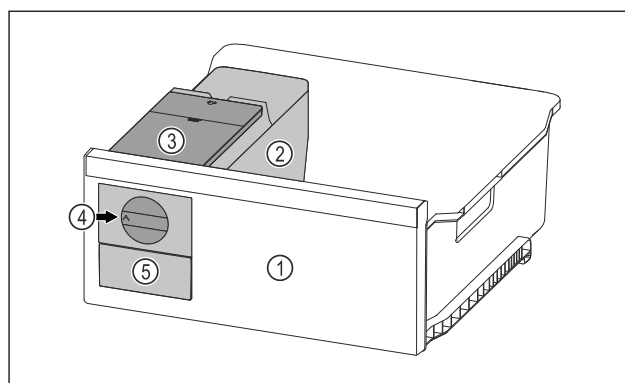

Fig. 108 Reprezentare exemplificatoare
- ▶ Rotiți butonul rotativ Fig. 108 (4) în sens orar până la opritor.
- ▶ Cuburi de gheață cad din tava pentru cuburi de gheață în sertarul pentru cuburi de gheață Fig. 108 (5).